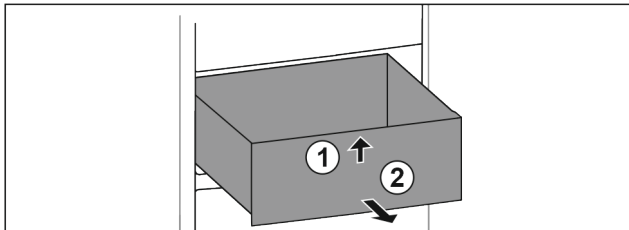

Fig. 113
- Schubfach vorne anheben. Fig. 113 (1)
- Schubfach nach vorne entnehmen. Fig. 113 (2)